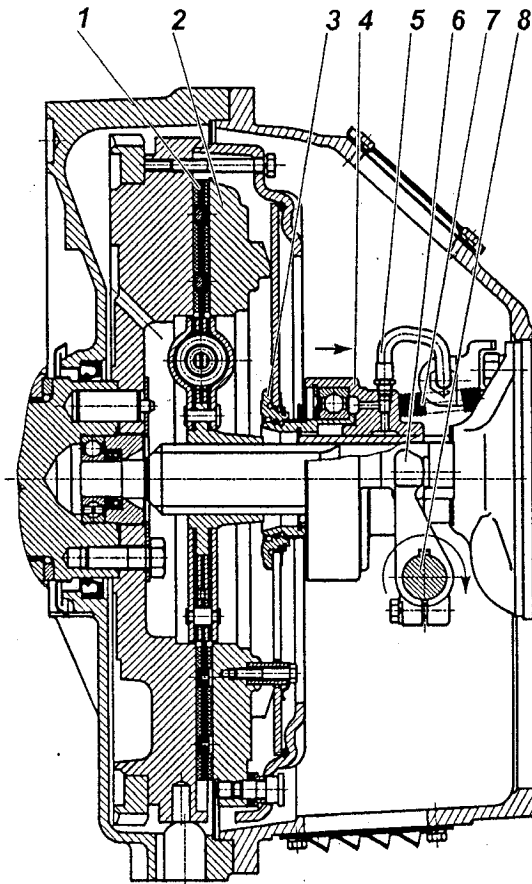
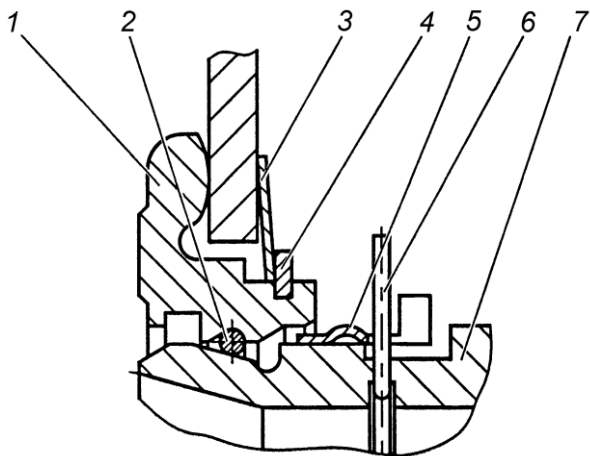

Рис. 106. Сцепление модели ЯМЗ-182:
Рис. 108. Запорное устройство:
Диафрагменное сцепление модели 182 (рис. 106) состоит из ведущих и ведомых частей, а также деталей механизма выключения сцепления, устанавливаемых в картер сцепления.
Механизм выключения сцепления состоит из муфты 4 (рис. 106) с подшипником, вилки 6 и валика 8. Муфта соединена через упорное кольцо 3 с диафрагменной пружиной с помощью запорного устройства.
Оттяжная пружина 7 (рис.106) исключает проворот и осевые перемещения втулки 7 (рис. 108) относительно упорного кольца 1 (рис. 108). По мере износа фрикционных накладок муфта выключения сцепления 4 (рис. 106) перемещается вместе с пружиной в сторону маховика, при этом конструкция привода выключения сцепления автомобиля или другого транспортного средства обеспечивает поворот вилки 6 (рис. 106) по часовой стрелке после выбора зазора между лапками вилки и муфтой за счет периодической регулировки привода или постепенный поворот за счет конструкции гидропривода.
Конструкция запорного устройства показана на рис.108. Она включает в себя упорное кольцо 1, втулку подшипника муфты 7 с фасонной канавкой, пружинное кольцо 2 круглого сечения, а также замковое кольцо 5. Упорное кольцо 1 устанавливается на диафрагменную пружину при сборке нажимного диска с кожухом и удерживается за счет пружинной шайбы 3 и стопорного кольца 4. На рисунке муфта заперта (соединена) с упорным кольцом. Внутри втулки подшипника муфты 7 установлено предохранительное кольцо 6, имеющее снаружи выступающий ус, препятствующий случайному рассоединению муфты выключения сцепления и упорного кольца 1.
Выключение сцепления обеспечивается поворотом вала по часовой стрелке. Допустимое направление перемещения муфты и поворота вала для выключения сцепления показано на рис. 106 стрелками. Перемещение муфты и поворот вала в обратном направлении не допустимо.
- 5 С помощью специальной оправки сцентрировать кольцо 3 (рис. 106) относительно оси коленчатого вала двигателя.
- 2 Убедиться, что муфта выключения сцепления отведена до упора в крышку подшипника первичного вала коробки передач пружиной 7 рис. 106.
Проверка качества установки сцепления (отсутствие "ведения", контроль величины крутящего момента на валу вилки) осуществляется на неработающем двигателе. Для этого необходимо повернуть вал вилки на угол  $9^{\circ}30' \dots 11^{\circ}$  по часовой стрелке, что соответствует перемещению муфты на 11...13 мм от двигателя. При этом выходной вал коробки передач, при включенной передаче, должен вращаться при приложении крутящего момента не более 5 Н·м (0,5 кгс·м). Поворот вала вилки выключения сцепления по часовой стрелке показан на рис. 106.
- 4 Совместить полукруглый паз на муфте выключения сцепления в передней ее части с выступающим усом предохранительного кольца 6 (рис. 108) и, утопив его каким-либо предметом, удерживать в утопленном положении через центральное отверстие муфты выключения сцепления.